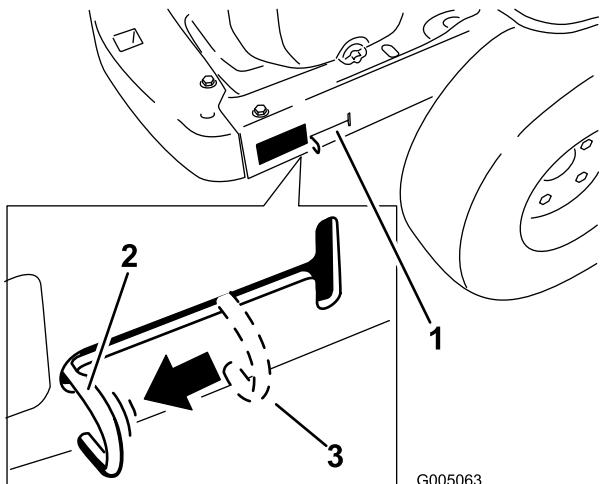

Figura 17
- Mueva las palancas de desvío hacia atrás y luego hacia abajo para bloquearlas en esa posición, según se muestra en Figura 17, para desengranar los motores de rueda. Repita en el otro lado de la máquina.
Mueva las palancas de desvío hacia arriba y empújelas hacia adelante, al **centro** de la ranura horizontal (Figura 17) para engranar los motores de rueda.